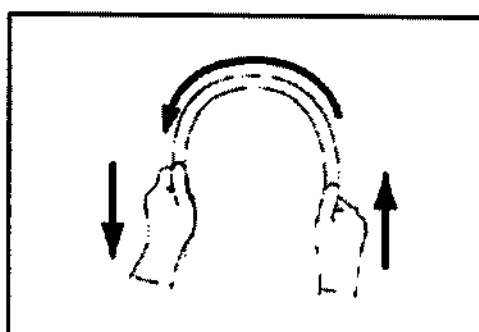

Рис. 3.2 Осмотр видеэндоскопа.
6. Обеими руками согните вводимую трубку эндоскопа в полукруг. Затем, двигая руками, как показано стрелками, убедитесь, что всю вводимую трубку можно плавно согнуть в полукруг (рис. 3.2).